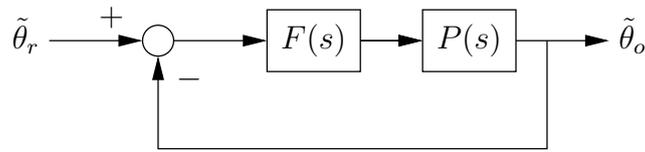

Figura 3
5. Verifique que el modelo linealizado del PLL puede representarse mediante el diagrama de bloques de la figura 3, donde $P(s)$ es una función de transferencia que depende del punto de equilibrio en torno al cual se linealiza.
6. Elija un punto de equilibrio como punto de operación, de forma tal que el sistema de la figura 3 sea estable. Recuerde que $K_d, K_o, \tau_1, \tau_2 > 0$. Determine $P(s)$ para el punto de operación elegido.
Para las siguientes partes se trabajará exclusivamente con el modelo linealizado representado en la figura 3.